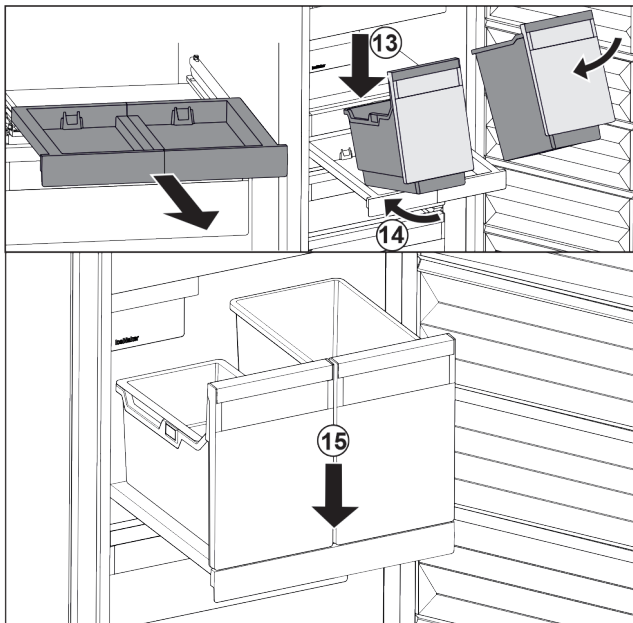

Fig. 95
- ▶ Наклоняя вниз, установите контейнеры на выдвижную панель. Fig. 95 (13)
- ▶ Вставьте контейнеры, наклоняя вниз, назад. Fig. 95 (14)
- ▶ Снимите контейнеры спереди. Fig. 95 (15)